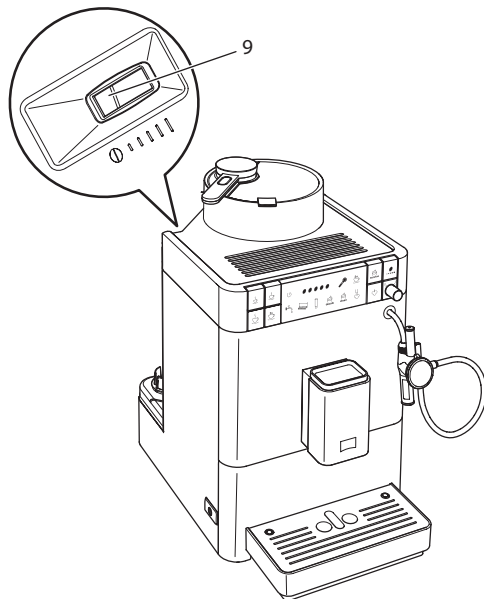

Fig. 14: Levier de réglage de la finesse de la mouture (Caffeo® Varianza® CS)
- » Le levier « Réglage de la mouture » (9) apparaît sur le corps de l'appareil.
2. Placer le levier vers la gauche ou la droite comme illustré à la *Fig. 14*.